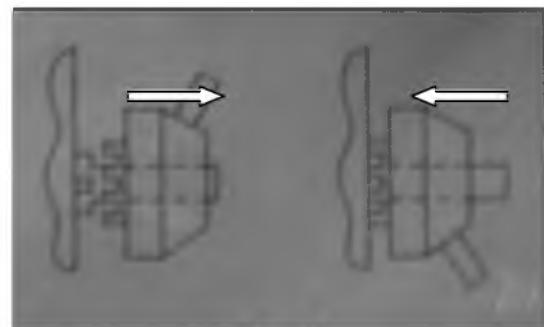

Рис. 12
Точное перемещение фрезерной головки осуществляется вращением маховика микроподачи (2), при подключенной полумуфте когда рукоятки вертикальной подачи (3) сдвинуты к фрезерной головке (см. Рис.12).